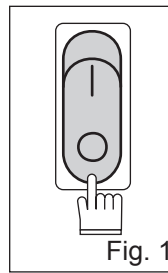

Fig. 1
- remove mains power (fig. 1);